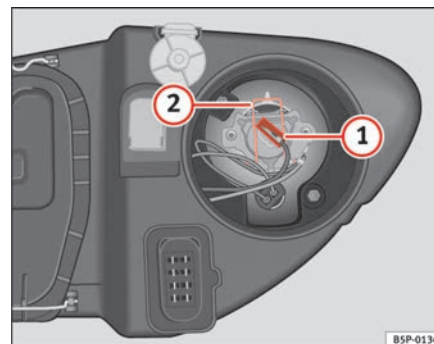

Fig. 185 Luz de carretera
- Extraiga el conector ⇒ fig. 185 ① de la lámpara.
- Presione el resorte ⇒ fig. 185 ② hacia dentro y hacia la derecha.